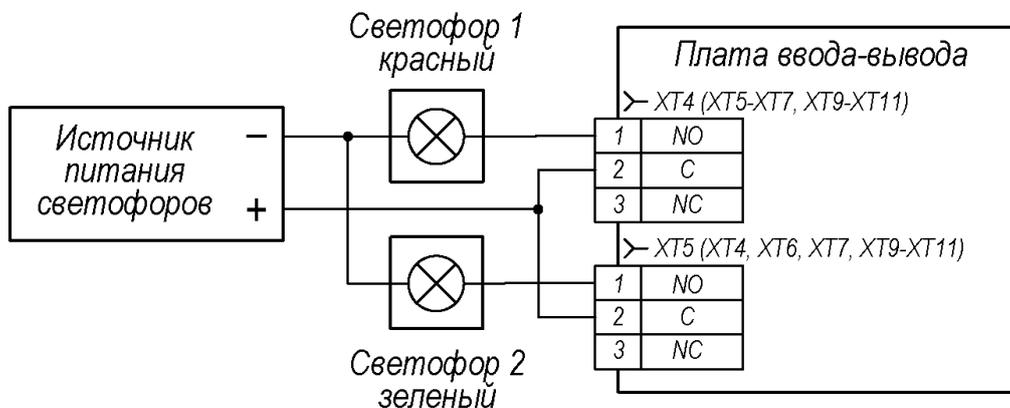

Рисунок 10. Пример схемы подключения светофоров в стандартном режиме
Светофоры подключаются к плате ввода-вывода (22) согласно схемам, представленным на рис. 10 и 11. Для питания светофоров необходимо использовать отдельный блок питания.